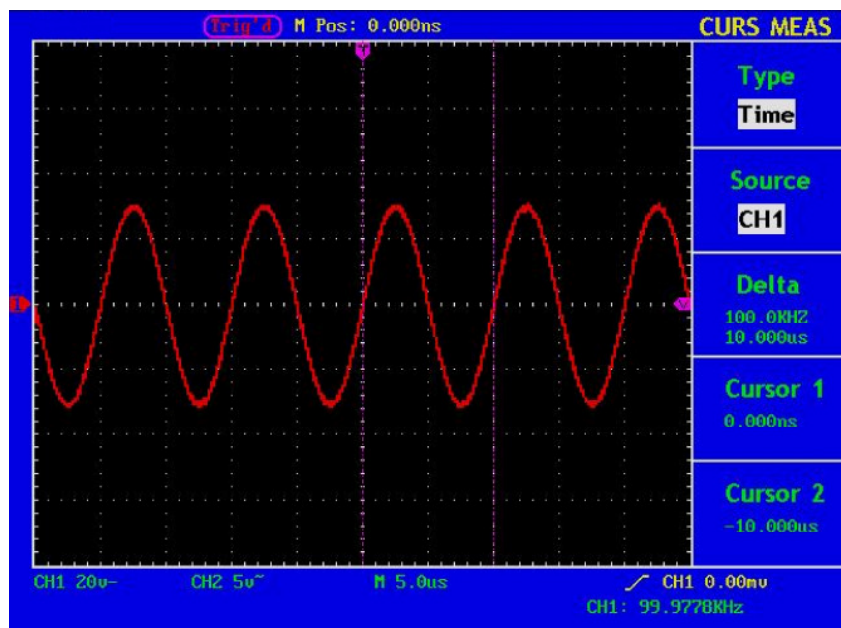

Abb. 69 Wellenform bei der Messung mit dem Cursor
4. Stellen Sie die Positionen von **CURSOR1** und **CURSOR2** entsprechend der zu messenden Wellenform ein; es erscheinen dann Zyklus und Frequenz von Cursor 1 und Cursor 2 im Fenster. Die aktuelle Position von Cursor 1 wird unter Cursor1, die von Cursor 2 unter Cursor2 angezeigt (siehe Abb. 69).